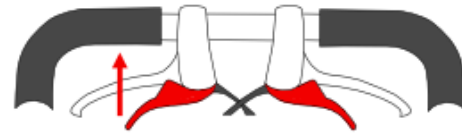

Bild 2
- Um die Räder zu entriegeln, betätigen Sie die untere Handbremse (Bild 2).